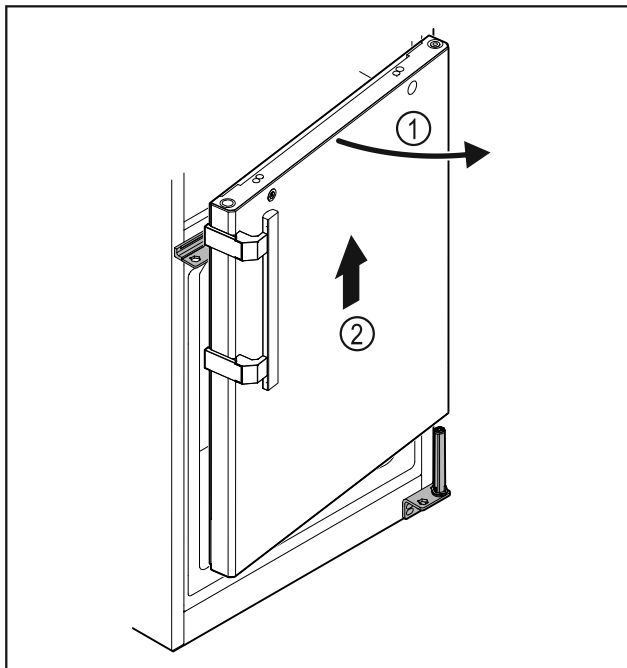

Fig. 28
- Lekko otworzyć drzwi Fig. 28 (1), podnieść prosto do góry o ok. 200 mm i zdjąć Fig. 28 (2).